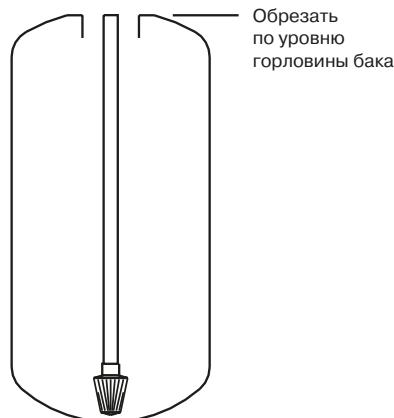

Рис. 2. Обрезка трубы дистрибутора
3. Установите и отцентрируйте распределительную трубу с корзиной в корпусе установки (рис. 2,3). В конструкции установки вместо нижней корзины может быть 6-лучевая распределительная система. В этом случае следует поместить основание 6-лучевой системы, наклеенное на распределительную трубу, внутрь корпуса, и уже внутри вкрутить 6 "лучей". **Внимание:** не надавливайте на распределительную трубу во избежание поломки распределительной системы.
4. Обрежьте трубу дистрибутора в соответствии с рис. 2 и снимите фаску.